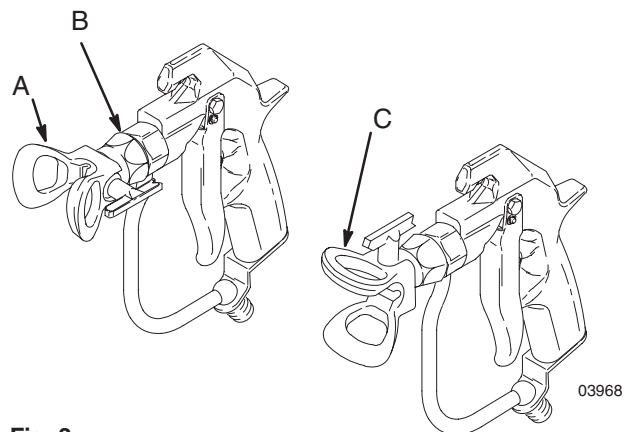

Fig. 3
1. Para ajustar la dirección del abanico de pulverización, libere la presión. Afloje la tuerca de retención (B) del protector de la boquilla. Gire el protector de la boquilla/ la arandela de la boquilla de forma horizontal (C) para obtener un patrón horizontal y de forma vertical (A) para un patrón vertical. Apriete la tuerca. Vea la Fig. 3.